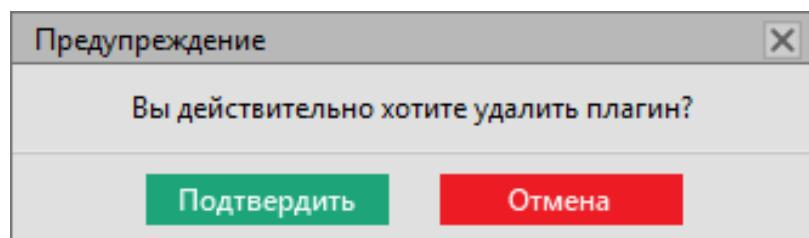

Рисунок 115 - Подтверждение удаления модуля
2. Подтвердите свои действия в диалоговом окне (Рисунок 115).